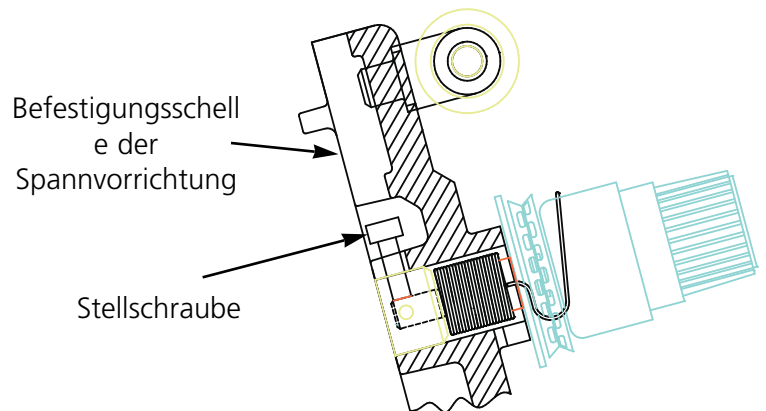

Abbildung 4-23
1. Die Stellschraube oben am Befestigungsbügel der Spanneinrichtung leicht lösen (siehe Abb. 4-23).